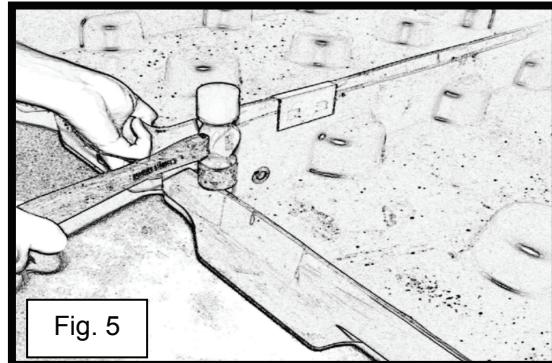

Fig. 5
- 1) Løft ett oppsamlingscenter så vidt opp fra bakken og bank lett på overkanten på det andre oppsamlingscenteret (se fig. 5).